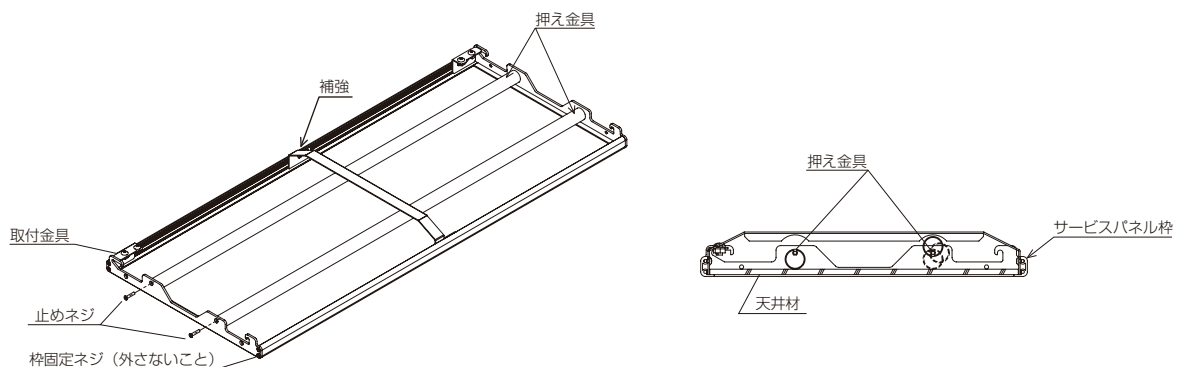

図22
- ③ 押え金具を回転し、天井材を押し込み、ネジを締付け固定します。(図22参照)